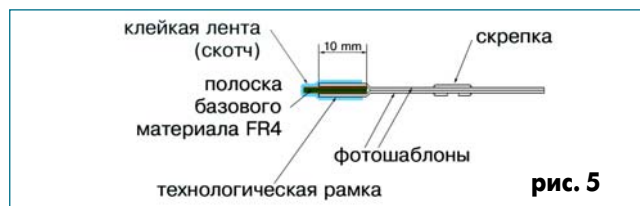

рис. 5
2. Между фотошаблонами располагают полоску базового материала PP4 со снятой защитной пленкой. Толщина полоски должна соответствовать толщине материала, из которого делается печатная плата. Эту полоску располагают таким образом, чтобы она находилась под технологической рамкой фотошаблона, а край ее выступал за край пленки фотошаблона. Затем фотошаблоны и полоску скрепляют скотчем (рис.5).